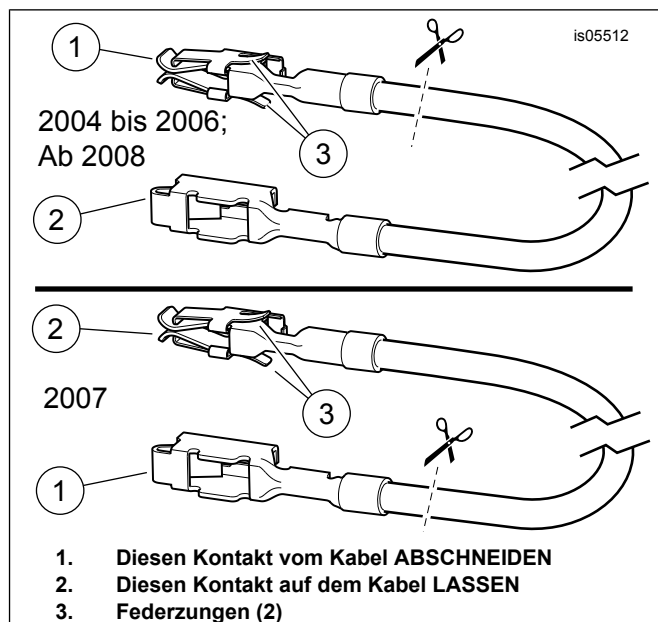

Abbildung 12. Sicherungsblock-Adapterkabel (FL Touring)
2. Das orange/weiße Sicherungsblock-Adapterkabel (15) aus dem Satz bereitlegen.
a. **Für Modelle von 2004 bis 2006:** Siehe Abbildung 12. (obere Abbildung). Den Kontakt an beiden Enden notieren. Nur der Kontakt OHNE die Federzungen passt in den Sicherungshohlraum. Den Kontakt MIT Federzungen sorgfältig vom Kabel abschneiden und entsorgen.
b. **Für 2007-Modelle:** Siehe Abbildung 12. (untere Abbildung). Den Kontakt an beiden Enden notieren. Nur der Kontakt MIT den Federzungen passt in den Sicherungshohlraum. Den Kontakt OHNE Federzungen sorgfältig vom Kabel abschneiden und entsorgen.
a. Siehe Abbildung 12. (Obere Abbildung). Den Kontakt an beiden Enden notieren. Nur der Kontakt MIT den Federzungen passt in den Sicherungshohlraum. Den Kontakt OHNE Federzungen sorgfältig vom Kabel abschneiden und entsorgen.